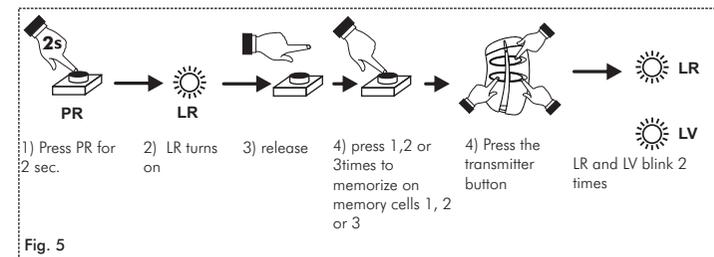

Fig. 5
2) Memorización del segundo botón de transmisor (Fig.5).
3) Memorización del tercer botón de transmisor (Fig.5).
4) Memorización del cuarto botón de transmisor (Fig.5).